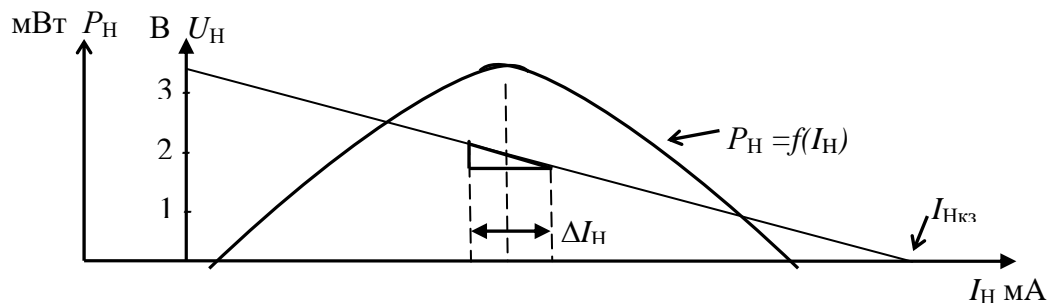

Рис. 3. Примерный вид характеристик
5.3 В тех же координатах постройте график зависимости  $U_H = f(I_H)$ , введя дополнительную ось для напряжения, масштаб которой отличается от масштаба оси по мощности. Около точки на характеристике, соответствующей максимальной мощности, постройте характеристический прямоугольный треугольник. Определите изменения тока  $\Delta I_H$  и напряжения  $\Delta U_H$  рис. 3.
Определите выходное сопротивление источника  $r_0 = \Delta U_H / \Delta I_H$  рис. 3.
5.4 В тех же координатах постройте график зависимости  $P_{ист} = f(I_H)$  (на рис. 3 не показан).